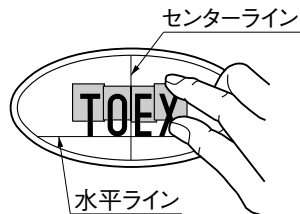

図4-2
- 水平ラインと文字の位置を合わせ、文字をセンターラインから左右等間隔になるよう仮貼りしてください。(図4-2参照)